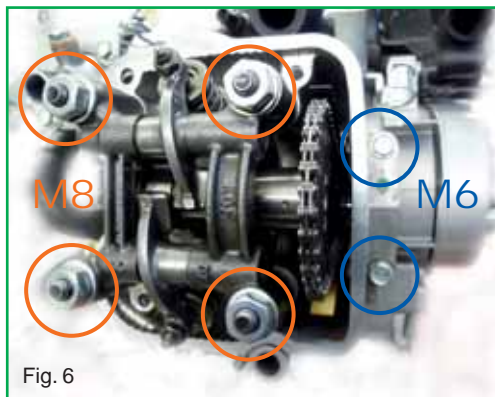

Fig. 6
- Quitar los dos tornillos M6 (Fig. 6) que fijan la culata a la bancada.
- Aflojar las cuatro tuercas M8 (Fig. 6) de  $\frac{1}{2}$  vuelta.